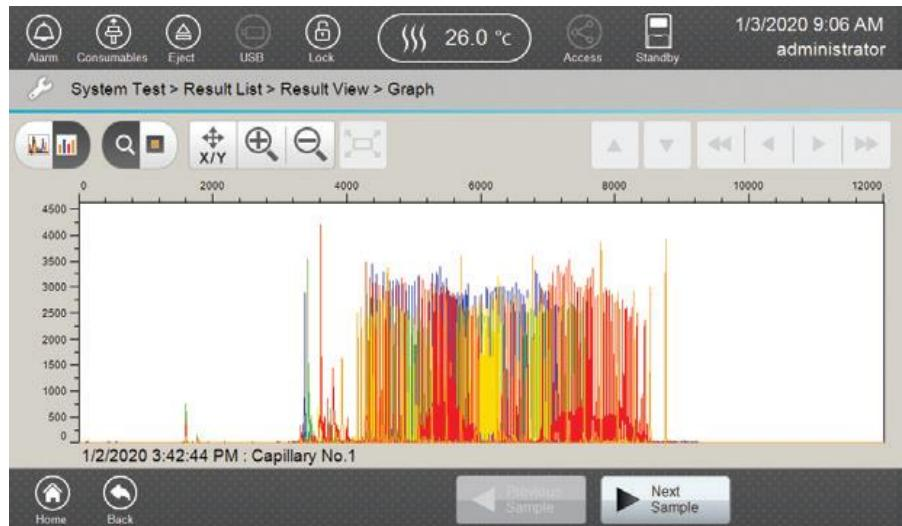

図 227 Fragment の System Test で選択したサンプルの Graph 画面.
- 「Graph」画面でサンプルのデータを見るには、フッターの **View** を選択します。(図 227)